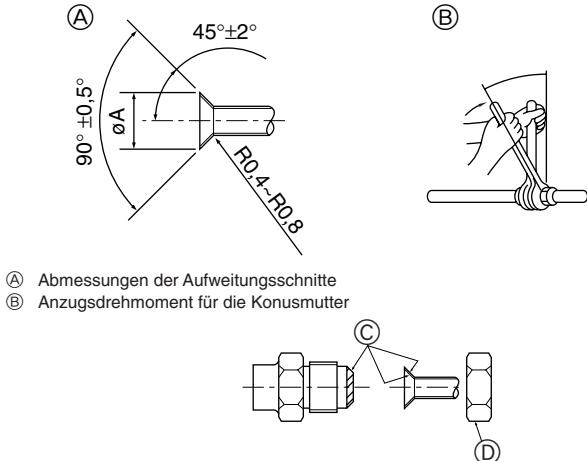

Fig. 4-2
(B) (Fig. 4-2)
4.2. Rohrabschlüsse (Fig. 4-2)